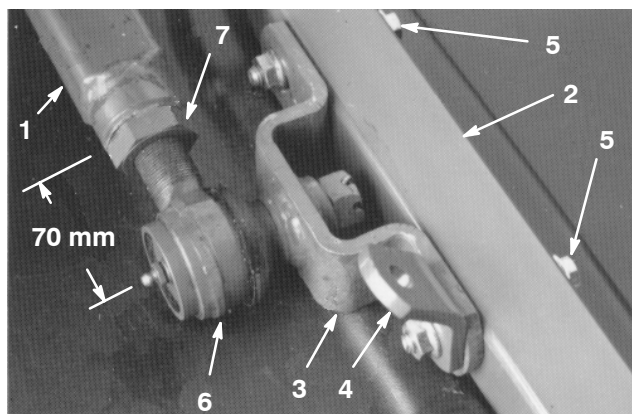

Bild 6
1. Nehmen Sie die zwei Kopfschrauben, Flachscheiben und Bundmuttern ab, mit denen die Befestigung des linken Kugelgelenks und die Kettenhalterung am linken Laufradarm befestigt ist (Bild 6). Nehmen Sie die Befestigung des Kugelgelenks und die Kettenhalterung ab.
2. Nehmen Sie den Splint und die Mutter ab, mit denen die Befestigung des linken Kugelgelenks am linken Schubarm an der Zugmaschine befestigt ist. Montieren Sie die Befestigung des Kugelgelenks (vom Laufradarm abgenommen) mit der vorher entfernten Mutter und dem Splint am Schubarm (Bild 6).
3. Messen Sie den Abstand vom Ende des linken Schubarms bis zur Mitte des Kugelgelenks (Schmiernippel) (Bild 6). Der Abstand sollte 64 mm betragen. Wenn der Abstand nicht 64 mm beträgt, lockern Sie die Klemmmutter, mit der das Kugelgelenk am Schubarm befestigt ist, und drehen Sie das Kugelgelenk heraus oder hinein, bis Sie den richtigen Abstand erreicht haben (Bild 6). Ziehen Sie die Klemmmutter noch nicht fest.